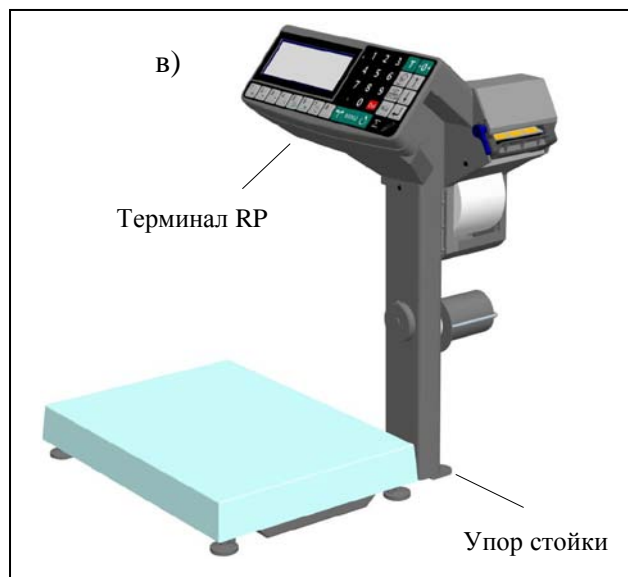

Рис. 4.4 - Весы МК_RP10-1; МК_R2P10-1 в сборе
4.4 Установить весы на твердой ровной поверхности (столе) неподверженной вибрациям. Ввернуть в основание модуля регулировочные опоры так, чтобы упор стойки (см. Рис. 4.4, Рис. 4.6) служащий для повышения устойчивости весов, касался поверхности стола.